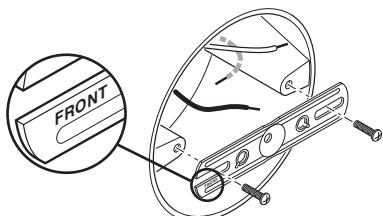

Figure 2
- Installez le support de montage de sorte que le mot « FRONT » soit à l'opposé de la boîte de jonction (voir la Figure 2). Utilisez les vis du support de montage qui conviennent le mieux à la boîte de jonction.